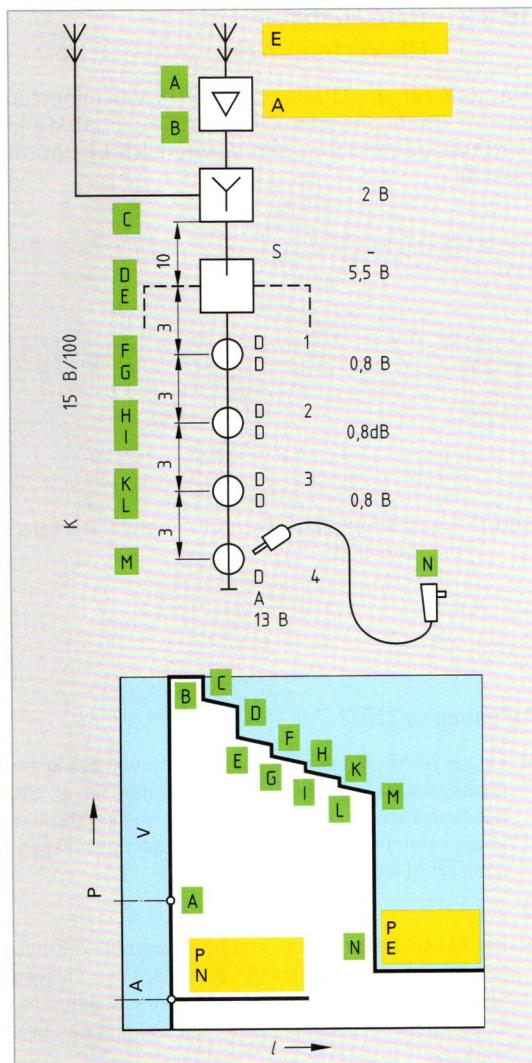

Bild 1: GA-Anlage mit Durchschleifsystem
9. Ein $\lambda/2$ -Dipol (Normaldipol) gibt an einem Aufstellungsort 2 m an 75Ω ab. Berechnen Sie zu der dort geplanten Gemeinschaftsantennenanlage (GA-Anlage) **Bild 1** die Pegel in $\text{dB}\mu\text{V}$ an den Punkten A bis F bei günstigster Antennenstellung. Die verwendete Antenne hat einen Antennengewinn von 11 dB , der Antennenverstärker ein Spannungsverstärkungsmaß von 20 dB .
10. Ein $\lambda/2$ -Dipol gibt an einem Aufstellungsort 3 m an 75Ω ab. Berechnen Sie zu der dort geplanten GA-Anlage **Bild 1** die Pegel in $\text{dB}\mu\text{V}$ an den Punkten A, B, C, N bei günstigster Antennenrichtung. Die verwendete Antenne hat $G = 11 \text{ dB}$, der Verstärker $G_u = 18 \text{ dB}$.
11. Ermitteln Sie das erforderliche Spannungsverstärkungsmaß des Antennenverstärkers für die GA-Anlage **Bild 1**, damit an der am ungünstigsten gelegenen Steckdose der Mindestpegel von $57 \text{ dB}\mu\text{V}$ nicht unterschritten wird. Der Spannungspegel an der Richtantenne beträgt $72 \text{ dB}\mu\text{V}$.